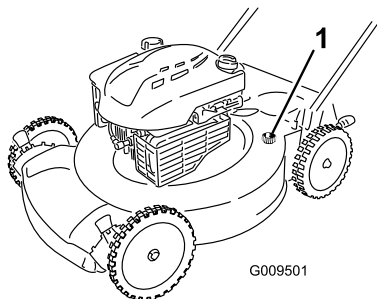

Bild 24
4. Befestigen Sie einen Gartenschlauch, der an einen Wasserhahn angeschlossen ist, am Wasseranschluss am Rasenmähergehäuse (Bild 24).